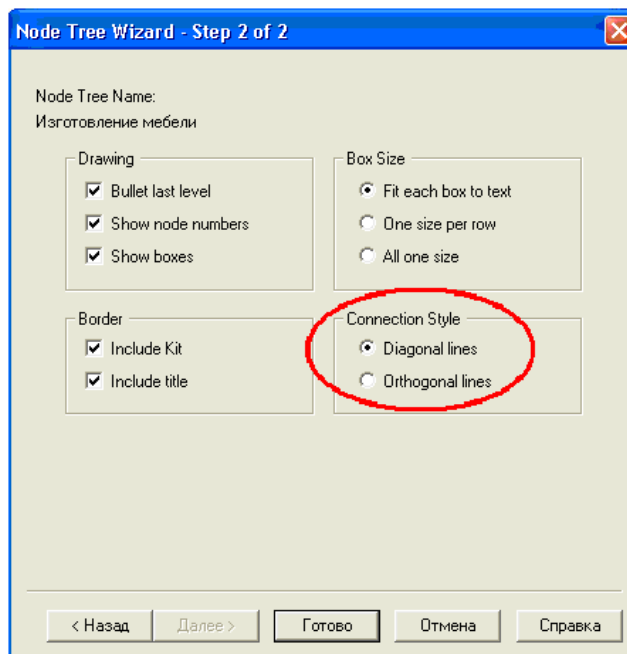

Рис. 4.4. Диалог эксперта Node Tree Wizard
- Второй диалог эксперта Node Tree Wizard (рис. 4.4.) позволяет задать свойства диаграммы дерева узлов.